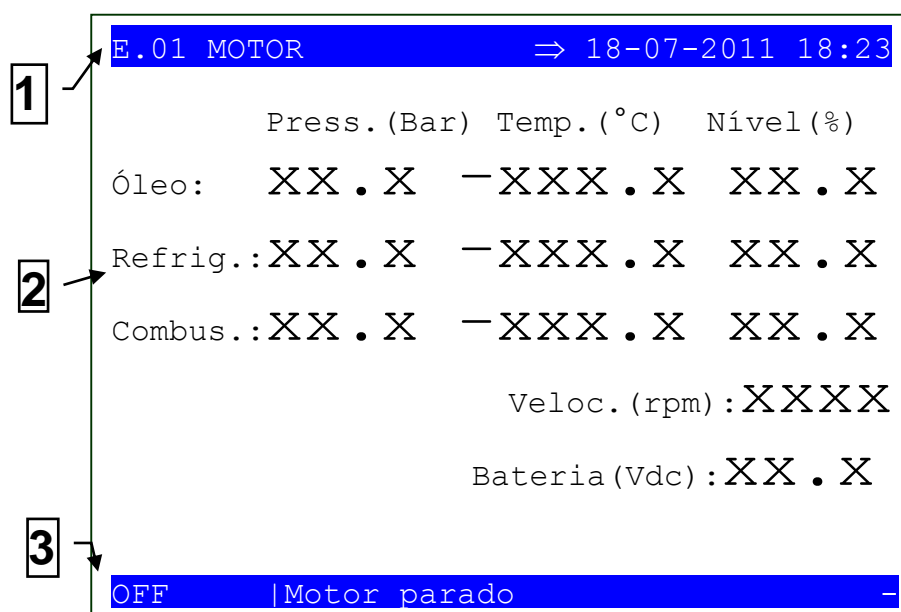

Fig. 3 - Áreas de visualização
4.5.4 Estrutura das áreas de visualização (ref. à fig. 3)